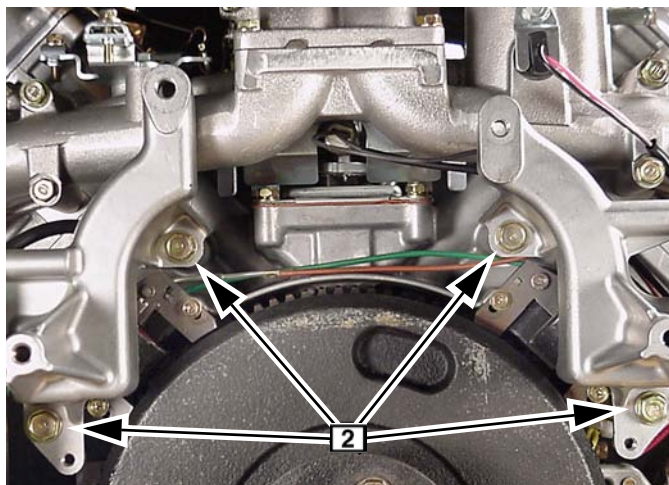

Fig. 42
7. Remove fan brackets **2**, Fig. 42.